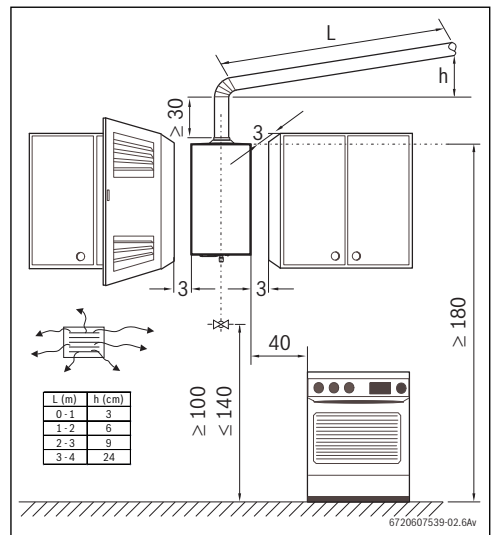

Fig. 11 Distances minimales
- Tenir compte des dimensions minimales de l'installation indiquées dans la fig. 11.